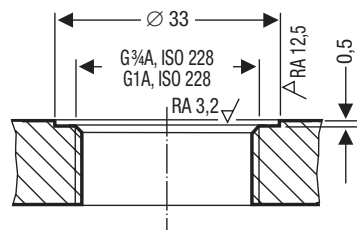

Fig. 12
1. Dichtflächen prüfen. **Fig. 12**
- Die Dichtflächen vom Flanschdeckel müssen gemäß **Fig. 12** technisch einwandfrei bearbeitet sein!